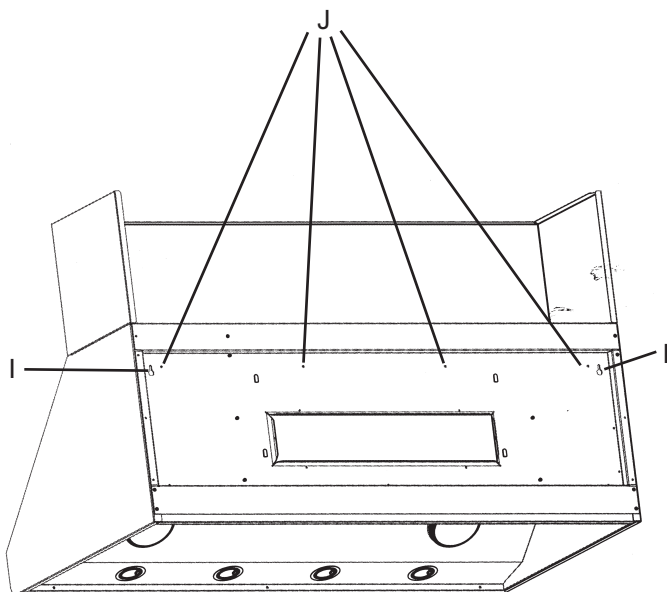

Figure 9 : Emplacement des entailles en trous de serrure
13. Suspendez la hotte aux vis du support de bois par les entailles en trous de serrure étiquetées << I >> sur la Figure 9. Assurez-vous que le support de bois entre dans l'espace à l'arrière de la hotte.
16. À partir de l'intérieur de la hotte, vissez les vis (no 8 x 5/8") dans les trous situés face au support de bois. Voir les trous étiquetés << J >> (Figure 9).